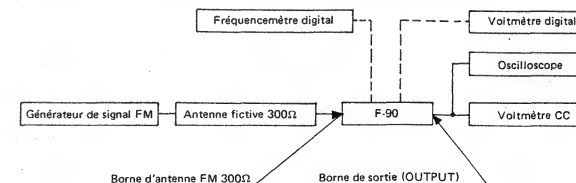

Fig. 11-2 Schéma de branchement pour le réglage multiplex
- Effectuer les branchements comme indiqué sur la Fig. 11-2.
- Placer le commutateur FM en position marche (ON), le commutateur de limitation de fréquences moyennes FM (FM IF-BAND NARROW) en position arrêt (LARGE) (OFF WIDE), le commutateur MONO/SILENCIEUX/ARRET (MONO/MUTE/OFF) en position marche (ON), et le commutateur de vérification de niveau d'enregistrement (REC LEVEL CHECK) en position arrêt (OFF).